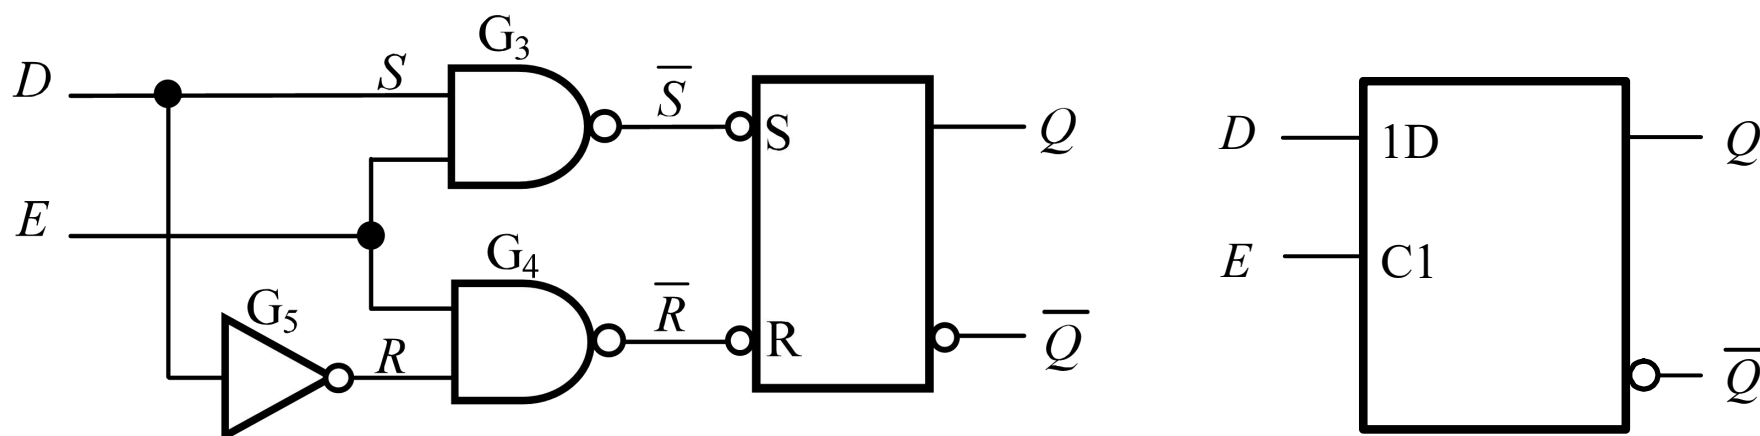

图4.1.3 D锁存器
1. 试对图4.1.3所示的D锁存器进行建模。
- 第一个版本根据图4.1.3使用基本的逻辑门元件，采用结构描述风格，编写了两个模块，这两个模块可以放在一个文件中，文件名为**Dlatch_Structural.v**。